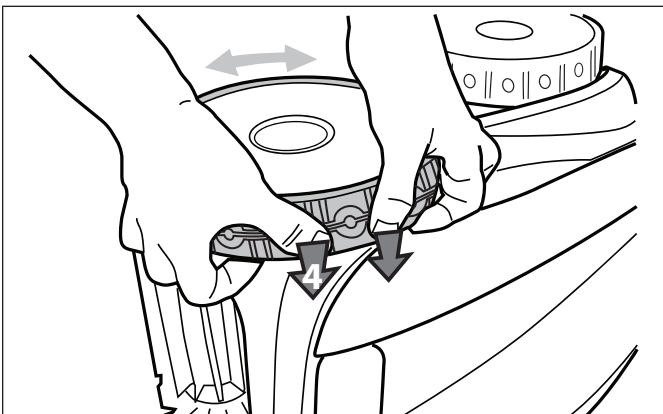

Figure 41. Remettre le pneu sur la roue
6. Pousser et placer la nervure du côté intérieur du pneu dans la rainure de la roue. Se référer à la Figure 41. Au besoin, faire tourner la roue doucement pour aider avec l'installation.